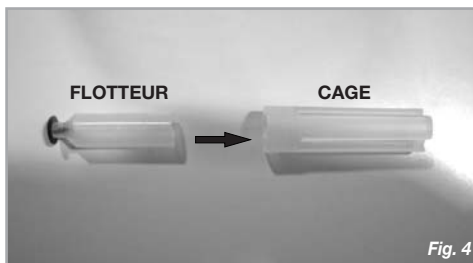

Fig. 4
- Check that the float is fitted in the correct position and that it is free to move inside the cage (dirt or encrustation may hinder its movement). Figure 4 shows the correct insertion.
- Contrôler que le flotteur est monté dans la position correcte et qu'il est libre de glisser à l'intérieur de la cage (la saleté ou les incrustations peuvent en bloquer le mouvement). La figure 4 montre comment l'insérer de cette manière.